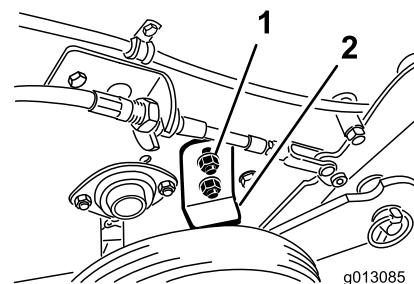

Figure 18
2. Desserrez les écrous qui fixent la butée de roue sur le côté droit de la machine (Figure 18).